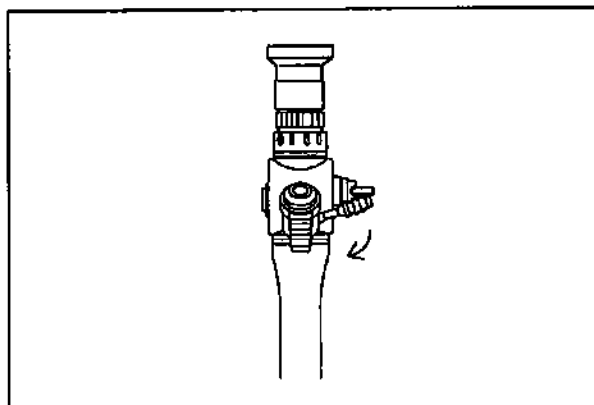

Рис. 3.10
3. При нажатии на держатель клапана для аспирации поверните клапан для аспирации, пока он с щелчком не установится в правильном положении (см. Рис. 3.10).